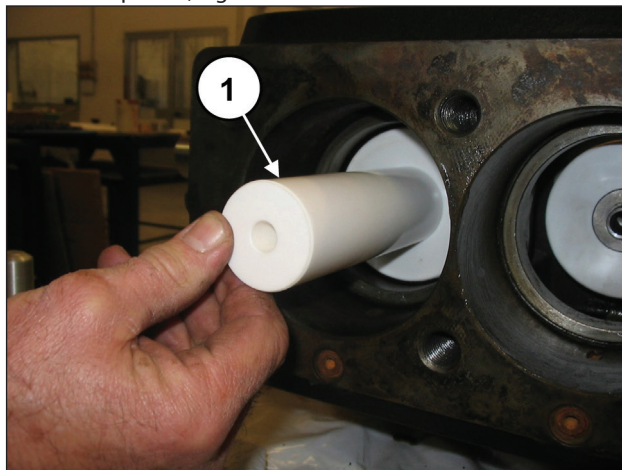
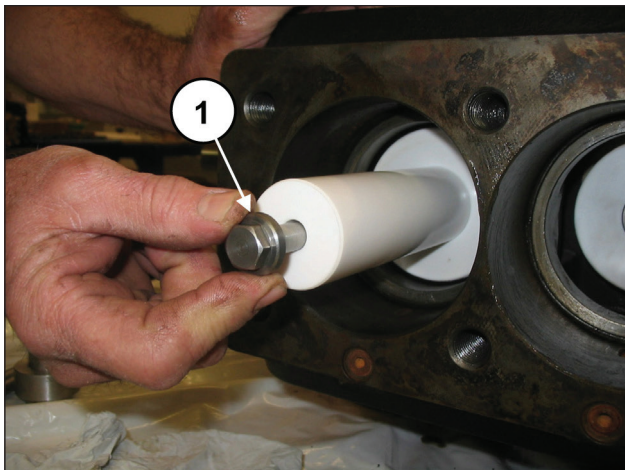

Fig. 182
Fig. 183
Montar los pistones en sus guías (pos. ①, Fig. 182) y fijarlos como en la pos. ①, Fig. 183.